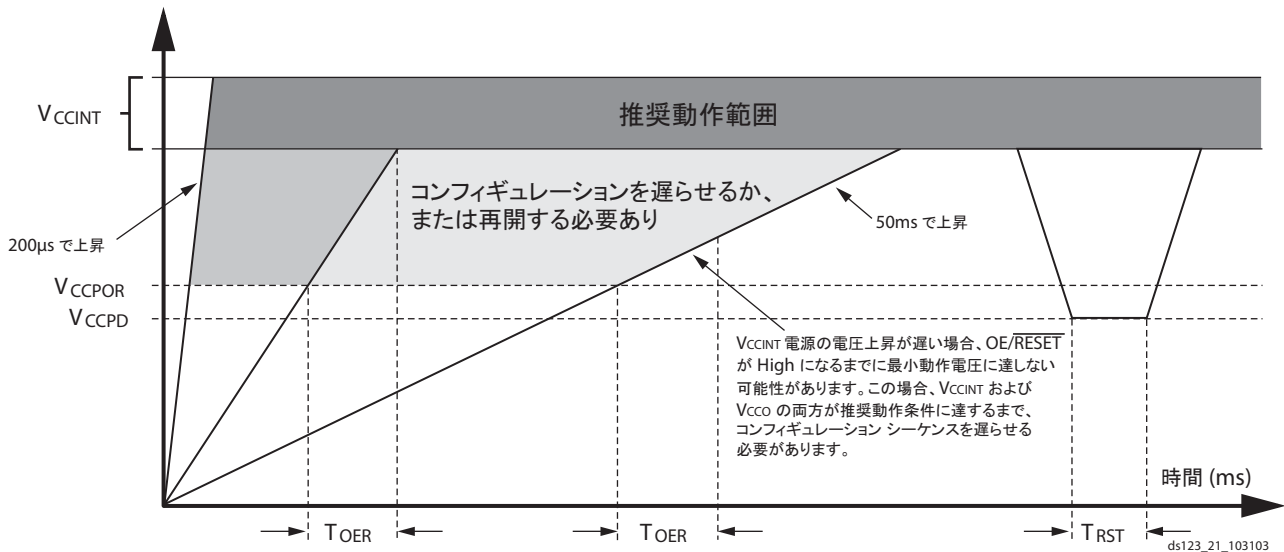

図 14： Platform Flash PROM の電源投入時の要件
ワーダウンしきい値 (V_{CCPD}) 未満になった場合は、PROM がリセットされ、POR しきい値に戻るまで $\overline{OE/RESET}$ が Low に保持されます。 $\overline{OE/RESET}$ の極性は指定できません。図 14 に、電源投入時の要件を図示します。
- 電源投入時には、 V_{CCINT} 電源は、 T_{VCC} で指定された時間内に一定のレートで標準動作電圧まで上昇することが必要です。この要件が満たされない場合、デバイスでパワーオン リセットが正常に実行されない可能性があります。25 ページの図 14 を参照してください。